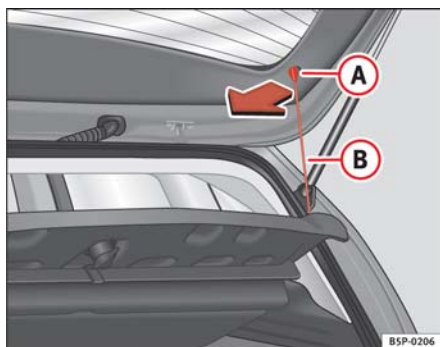

Fig. 110 Bandeja portaobjetos
- Desenganche los tirantes ⇒ **fig. 110 B** de los alojamientos **A**